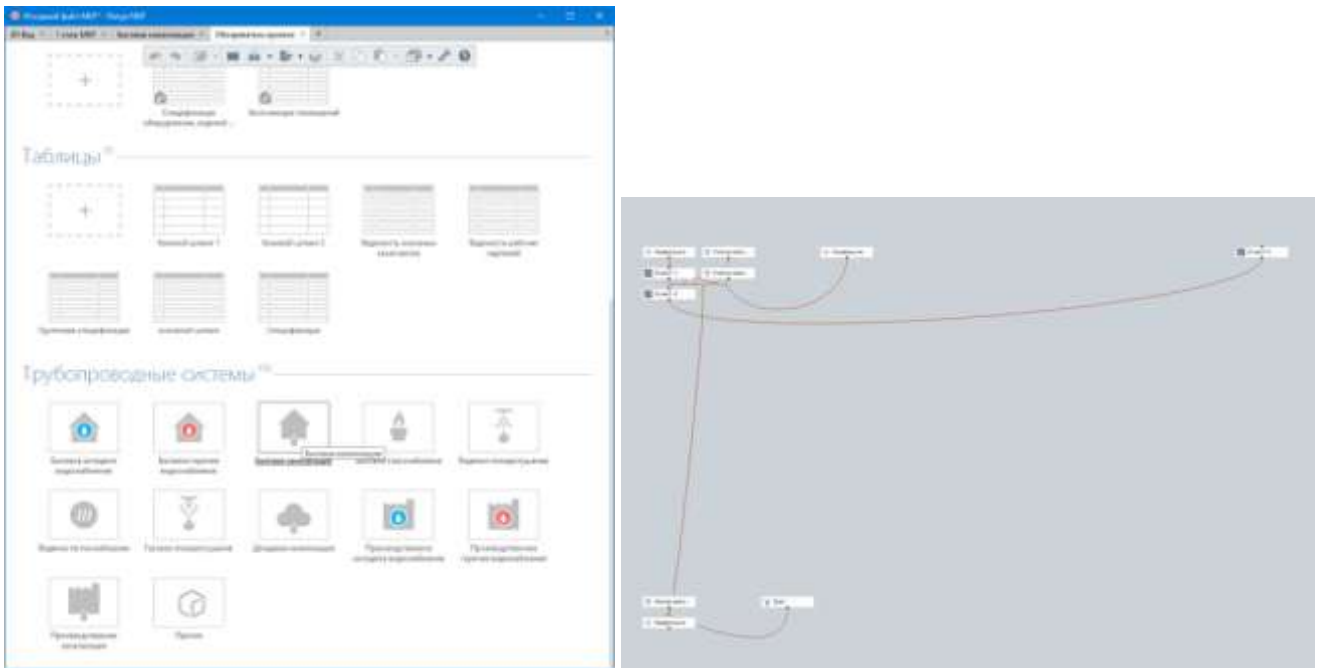

Рисунок 6.6 – Раздел –Трубопроводные системы
6. Переходим непосредственно к системам трубопроводов, рис.6.6